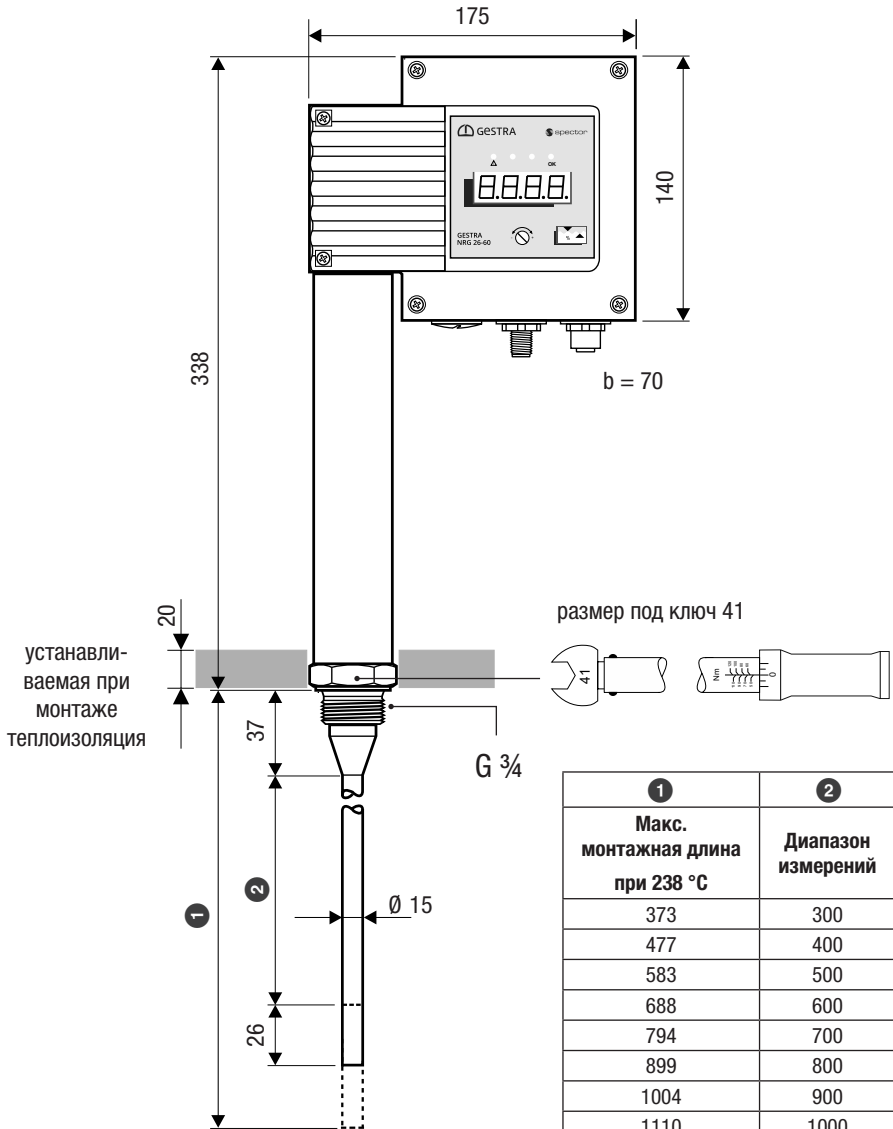

Рис. 6
- Резьба G ¼ A, EN ISO 228-1, см. Рис. 6